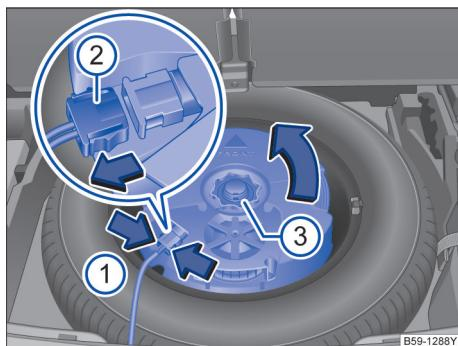

图 235 行李厢内：拆下重低音扬声器
- 用手捏住定位凸缘→图 235（箭头 ①）并压紧到止位，并断开连接插头 ②。
- 拔出连接插头 ②，并将拔出的导线放置一边。
- 将手轮 ③ 沿箭头方向拧出。